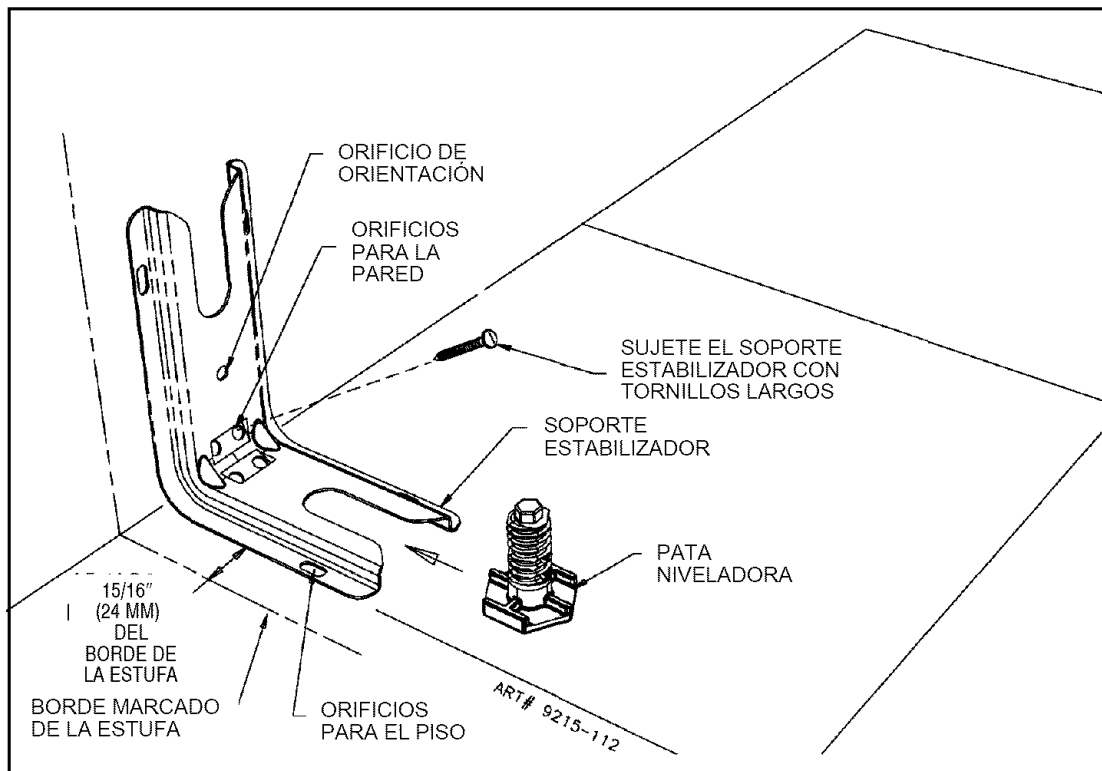
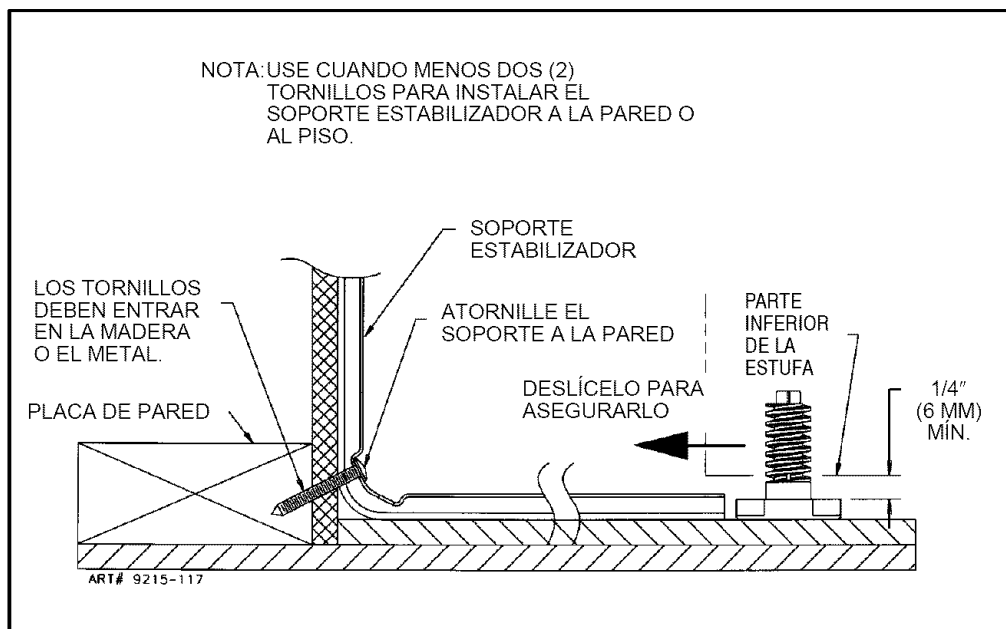

FIGURA 5
FIGURA 6
Instale el soporte con el orificio de orientación en la pata más larga, contra la pared o el piso según se muestra en la figura 5.
### PASO 1 - Ubicación del soporte estabilizador (Vea la figura 5.)
- Coloque el SOPORTE a 15/16" (24mm) del "BORDE" marcado hacia el centro de la abertura y contra la pared posterior según se muestra en la figura 5, con el orificio de orientación contra la pared.
- Use el soporte como plantilla y marque los orificios necesarios, según se muestra en la figura 5, para el tipo de construcción que se utilizará.
1. Piso: Ubique el centro de los dos orificios que se identifican en la figura 5 como "ORIFICIOS PARA EL PISO." Taladre un agujero piloto de 1/8" (3 mm) en el centro de cada orificio (puede utilizarse un clavo o una lezna si no tiene una broca). Asegure el soporte ESTABILIZADOR al piso con los dos tornillos que se proporcionan. Continúe con el PASO 3.
2. Pared: Ubique el centro de los dos orificios que se identifican en la figura 5 como "ORIFICIOS PARA LA PARED." Taladre un agujero piloto en ángulo de 1/8" (3 mm) en el centro de cada orificio según se muestra en la figura 6. (Puede utilizarse un clavo o una lezna si no tiene una broca.) Asegure el soporte a la pared con los dos tornillos que se proporcionan según se muestra en la figura 6. Continúe con el PASO 3.
1. En una ferretería pueden obtenerse los tornillos adecuados para las construcciones de concreto. Taladre un agujero del tamaño necesario para los tornillos que se tengan, en el concreto en el centro de los orificios que se identifican en la figura 5 como "ORIFICIOS PARA EL PISO". Asegure el soporte ESTABILIZADOR al piso. Continúe con el PASO 3.
- B. Alinee la estufa en la ubicación que se desee y deslícela hacia atrás en su lugar. Nota: Se necesita una distancia mínima de 1/4" (6 mm) entre la estufa y la pata niveladora que se asegurará al soporte estabilizador, vea la figura 6.